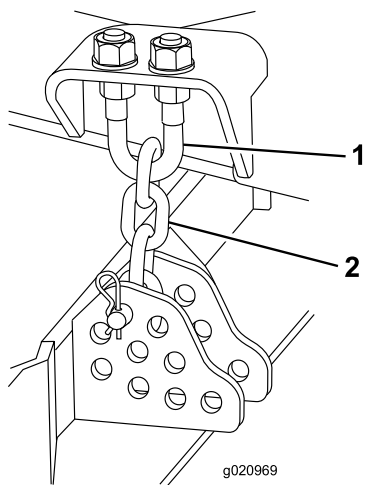

図 122
1. 刈高チェーンのUボルトの上側または下側についているジャムナットをゆるめる 図 122。